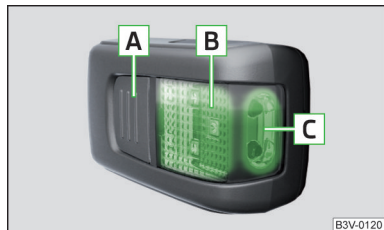

Fig. 123
Descrierea lămpii » fig. 123
- Pentru **aprinderea** lămpii scoase, apăsați butonul [A] » fig. 123. Printr-o nouă apăsare, lampa se **stinge**.
Dacă lampa nu este stinsă și așezată corect în suport, lămpile LED din partea din față a lămpii [C] » fig. 123 se sting automat.